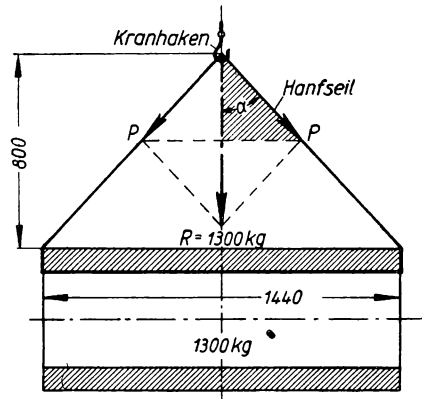

Bild 35
**156.** Eine zylindrische Büchse von  $1300 \text{ kg}$  Gewicht ist mittels eines durchgezogenen Hanfseils nach Bild 35 am Kranhaken aufgehängt. Die Spannkraft des Seils ist zeichnerisch und rechnerisch zu ermitteln.